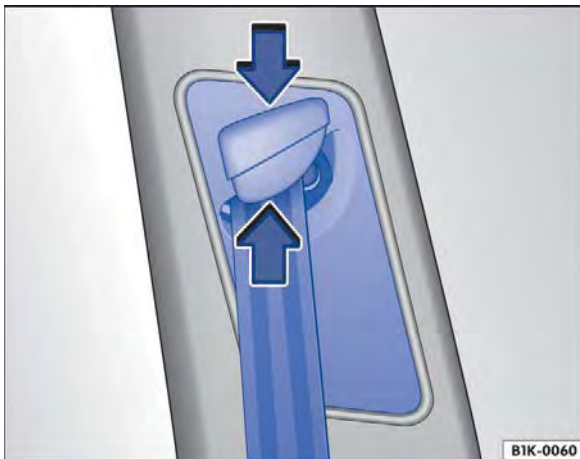

Fig. 71 Ao lado dos bancos dianteiros: regulagem de altura do cinto de segurança.
- Pressionar o dispositivo regulador no sentido da seta e mantê-lo pressionado ⇒ **Fig. 71**.